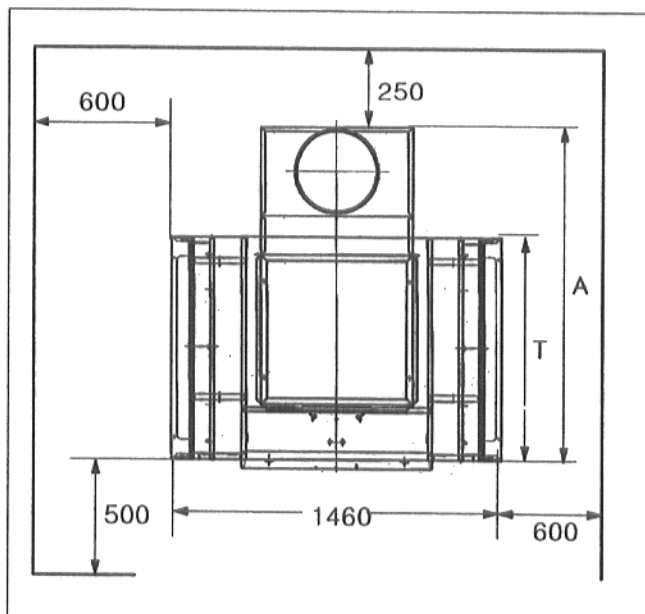

Рис. 3: Размеры в мм
Котел необходимо установить на фундамент высотой порядка 50 – 70 мм. Размеры фундамента зависят от соответствующего типоразмера котла, см. рис. 3 и таблицу 2.
- При установке котла необходимо предусмотреть справа и слева рядом с котлом указанные на рис. 3 расстояния от стен для проведения работ по сервисному и техническому обслуживанию,